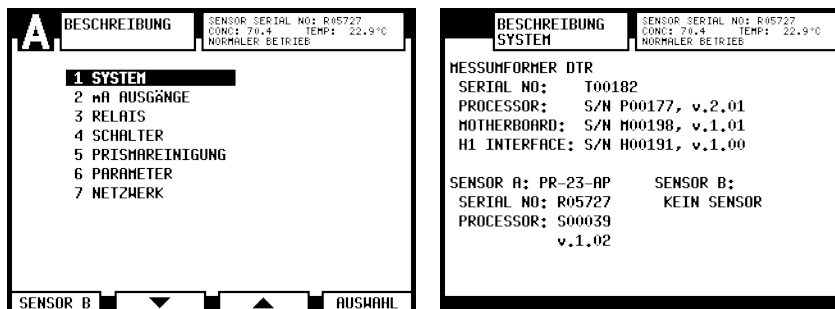

Abbildung 5.5 Systeminformation
Das BESCHREIBUNG-Menü (Abbildung 5.5) führt Sie zu den folgenden Informationen:
1. SYSTEM: Siehe Abbildung 5.5, rechte Seite.